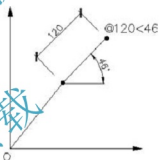

图 2.49 相对极坐标
(2) 相对极坐标: 相对于前一点的极坐标值, 相对极坐标的输入方法为“@长度<角度”, 如输入“@120<46”, 结果如图 2.49 所示。